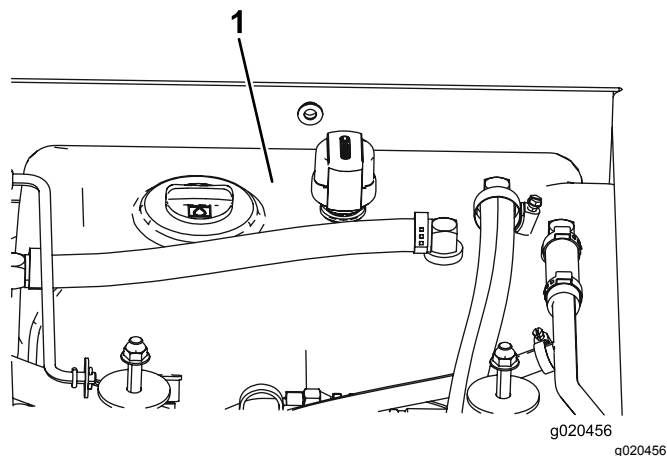

Figura 117
4. Encha o reservatório (Figura 117) com fluido hidráulico; consulte Verificação do fluido hidráulico (página 79).